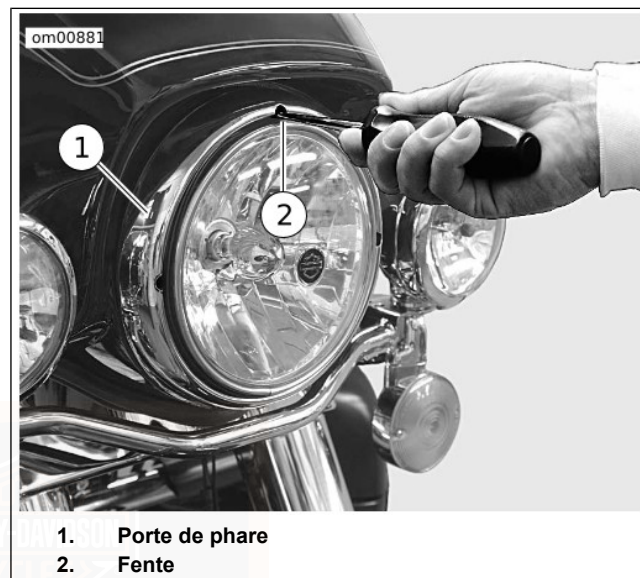

Figure 63. Porte de phare : modèles Touring de 2008
1. Voir Figure 63. Insérer le tournevis Phillips entre le boîtier du phare et le joint en caoutchouc.